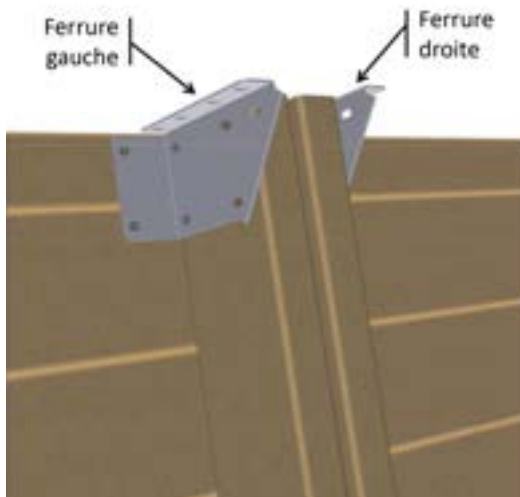

Figure 19 – Mise en place des ferrures en haut des jambes de force
- En haut des jambes de force, mettez en place huit ferrures « droite » et huit ferrures « gauche » du kit « Éléments de fixation » selon la **Figure 19**. Utilisez 6 vis peinture torx 6 × 20 en inox A2 (sachet G) par ferrure, soit un total de 96 vis,